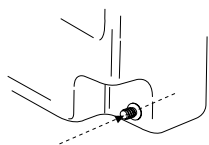

Abb.. 2
2. Durchbohren Sie den Tank mit einer dünnen Bohrspitze im Inneren des Anschlußstutzens, siehe Abb. 2.